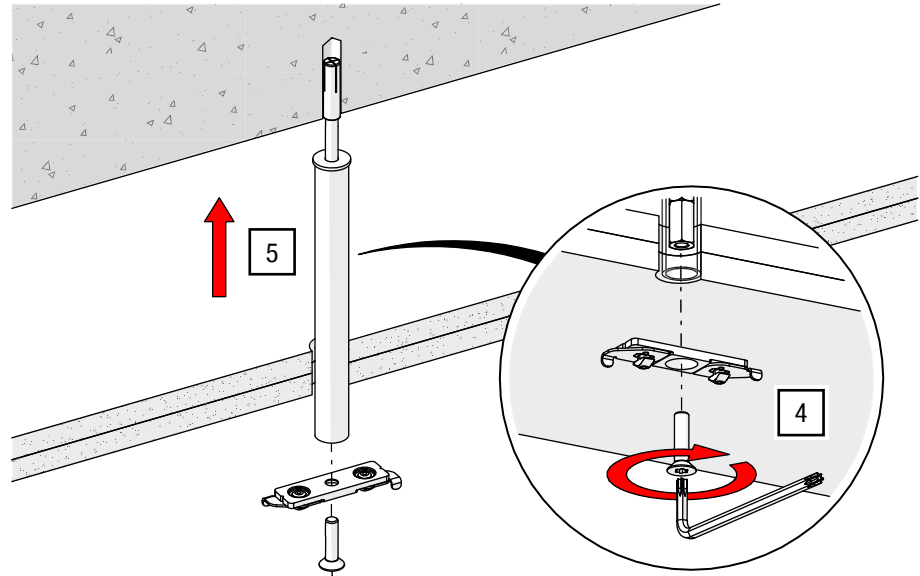

Abb. 29: Deckenabhängung OFFICE – Halteplatte an Abhängung anschrauben
4. Schieben Sie das Rohr auf die im Einschlaganker eingeschraubte Gewindestange (siehe Abb. 29).
5. Verschrauben Sie die G-TRACK Montageplatte an der Verbindungsmutter mit einem TORX®-Schlüssel T30 mit 14 Nm (siehe Abb. 29).